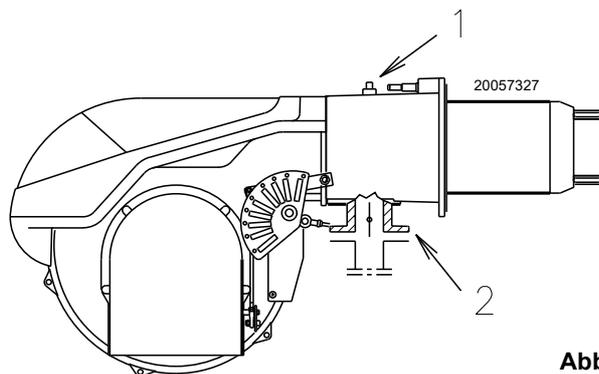

Abb. 25
Gasdruck, an der Entnahmestelle 1)(Abb. 25) gemessen mit:
Strömungsverlust Gasdrossel 2)(Abb. 25) bei maximaler Öffnung: 90°.
- Ziehen Sie vom Gasdruck am Anschluss 1)(Abb. 25) den Druck in der Brennkammer ab.
Um hingegen den an der Entnahmestelle 1)(Abb. 25) erforderlichen Gasdruck zu ermitteln, nachdem die höchste Modulationsleistung festgelegt wurde, bei der Brenner arbeiten soll:
- Lesen Sie rechts, in Spalte 1, den Druck an der Entnahmestelle 1)(Abb. 25) ab.
An der Entnahmestelle 1)(Abb. 25) erforderlicher Druck.